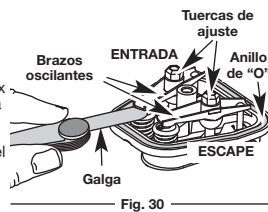

Fig. 30
- El pistón se encuentre en la parte superior de su recorrido mientras mira dentro del orificio de la bujía de encendido (Fig. 30).
Deslice la galga entre el brazo oscilante y el resorte de retorno de la válvula. Mida el huelgo entre el vástago de la válvula y el brazo oscilante (Fig. 30 y 31). Realice esto en las válvulas de entrada y de escape.
El huelgo recomendado para las válvulas de entrada y de escape es 0,076 – 0,152 mm (0,003 – 0,006 pulg.). Use un calibrador regular de automóvil de 0,127 mm (0,005 pulg.). El calibrador debe deslizarse entre el balancín y el vástago de la válvula con una ligera cantidad de resistencia, sin doblarse (Fig. 30 y 31).